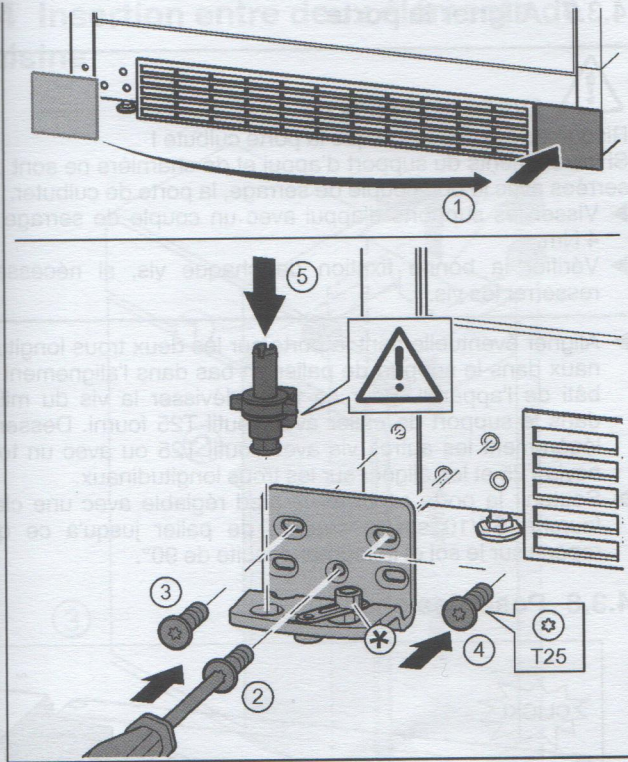

Fig. 13
- Enlever le cache et le mettre de l'autre côté. Fig. 13 (1)
- Poser le support de palier de l'autre côté et le visser à l'aide d'un tournevis T25. Commencer par la vis 2 en bas au milieu. Fig. 13 (2)
- Visser les vis 3 et 4. Fig. 13 (3, 4)
- Mettre en place l'axe de palier complet. Veiller à ce que l'ergot d'enclenchement soit orienté en arrière. Fig. 13 (5)